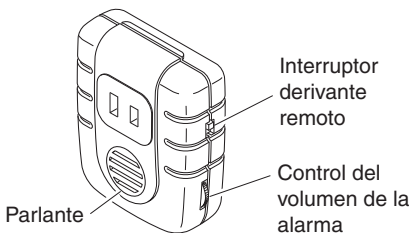

Figura 11 - Ubicación de los controles
4. Uso del interruptor derivante remoto. El receptor está equipado con un interruptor derivante (vea Figura 11). Este interruptor permite al usuario seleccionar entre los modos AUTOMÁTICO y MANUAL. El modo AUTOMÁTICO permite operar a la lámpara con el control remoto o con el detector remoto de movimiento. El modo MANUAL permite que la lámpara enchufada opere manualmente.
5. Regulación del volumen de la alarma sonora. La alarma suena solamente cuando el receptor es activado por el detector remoto de movimiento y interruptor de entrada. El volumen de la alarma se regula usando la ruedecilla lateral del receptor (vea Figura 11).